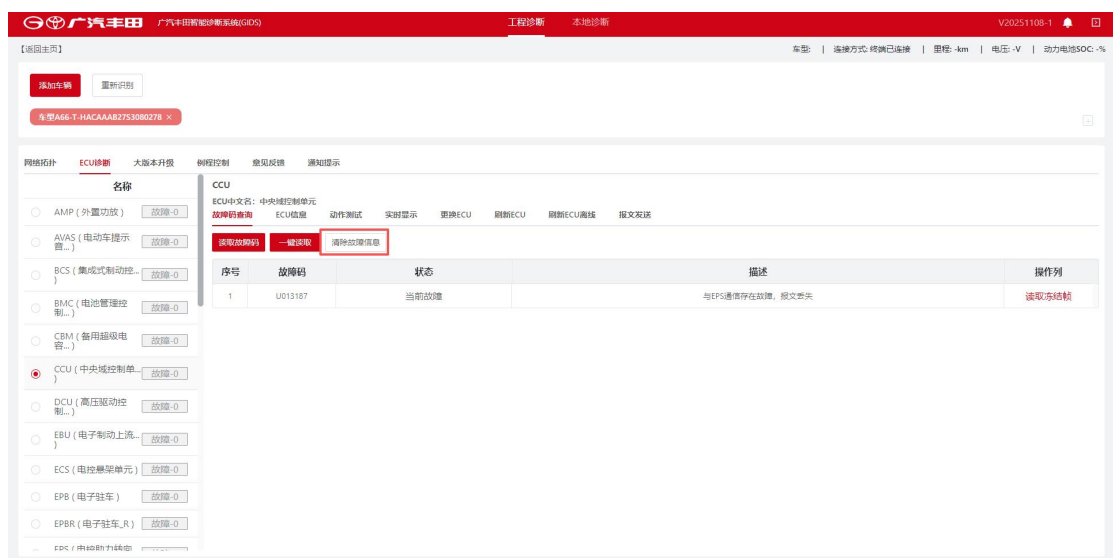

Рис. 5-5 Очистка информации о неисправностях
5. Нажмите «Очистить информацию о неисправностях», и GIDS очистит коды неисправностей выбранного ECU, после чего повторно считывает коды неисправностей этого ECU, как показано на Рис. 5-5 Очистка информации о неисправностях.